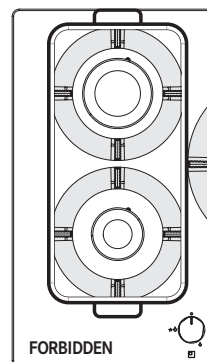

Fig. 1
A utilização de tachos maiores do que o especificado pode resultar em aquecimento excessivo dos botões e tampo e, em caso de uso prolongado, amarelece a cobertura (se for de aço inoxidável). A Franke declina qualquer responsabilidade por danos devidos a esse tipo de utilização (Fig. 1).
- ▷ Não coloque a mesma panela em dois queimadores (Fig. 1).
- ▷ Não utilize dois queimadores a funcionarem ao mesmo tempo com um único recipiente, como uma caçarola ou uma frigideira de peixe (Fig. 1).